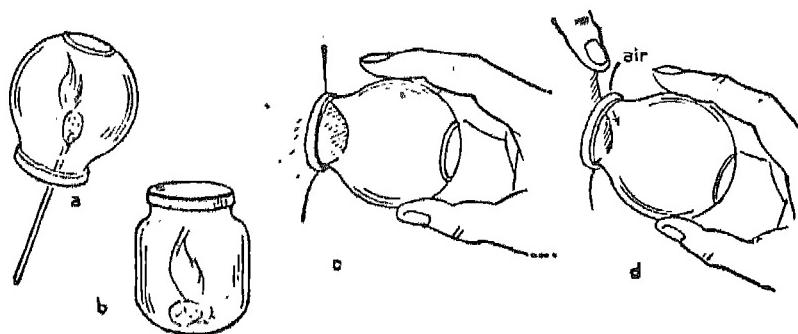

Fig. 6. — Pose d'une ventouse.
a) Introduire, pendant une seconde, à l'intérieur du récipient, un tampon d'ouate imbibé d'alcool enflammé monté sur un fil de fer (fig. 6, a). Appliquer immédiatement la ventouse sur la peau pour assurer une occlusion parfaite.
L'air chauffé par l'alcool s'est dilaté : une grande partie a quitté la ventouse. Dès que celle-ci est posée, l'air emprisonné dans le récipient se refroidit. La pression à l'intérieur de la ventouse diminue : la peau et la chair sous-jacente y font saillie (fig. 6, c). L'aspiration provoque un afflux de sang dans la peau, de fins capillaires se rompent : cela décongestionne les organes profonds.
A défaut d'alcool, on peut chauffer l'air de la ventouse en y projetant un morceau d'ouate enflammée (fig. 6, b). Dans tous les cas, il faut agir avec précision et rapidité pour éviter de brûler la peau avec l'ouate enflammée ou le bord trop chauffé du verre.
b) Pour retirer la ventouse, on l'incline d'un côté avec une main, tandis que l'autre presse la peau, près du bord, en sens inverse (fig. 6 d). L'air pénètre en sifflant et le récipient se détache en laissant une trace rouge violacée.